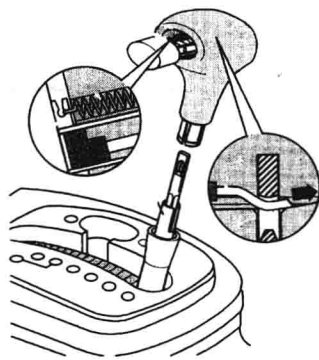

图 1-2 选挡手柄
(1) 换挡杆手柄, 如图 1-2 所示:
- ① 将换挡杆放在_____挡的位置。
- ② 将套管_____向下推至_____。
- ③ 将键_____小心的从换挡杆的手柄中抽出距离_____,使其通过卡口。
- ④ 这样拉力杠杆_____就可以从拉杆_____的孔中抽出。
- ⑤ 距离_____对应的是吊环_____和拉力弹簧_____的总长。
- ⑥ 弹簧不可以过度_____,也就是说不可以使劲往外拽。
- ⑦ 同时将手柄_____从换挡杆_____上抽下。